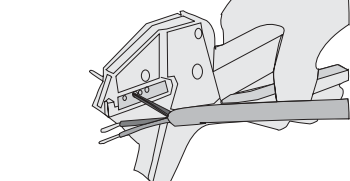

Fig. 15.3 Anschlussadern ancrimpen
- ⚠ Die Anschlussleitung der optionalen Druckscheibe (9) zusammen mit dem PE Leiter des Kabels in den dickeren Steckerstift der Pos 7 crimpen.
1. Anschlussadern in die Anschlussöffnung der Steckbuchsen (11) stecken.
2. Alle Anschlussadern mit der Crimpzange (Zubehör) ancrimpen (Fig. 15.3). oder Anschlussadern mit Steckbuchsen verlöten und Schrumpfschlauch über jede Lötstelle ziehen.